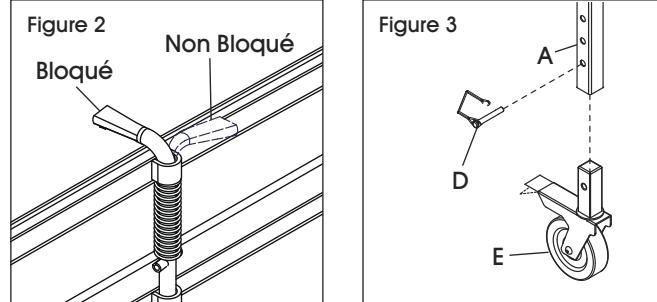

Figure 2
- Installez la plateforme (B) de façon à ce qu'elle soit parfaitement horizontale et fermement logée dans les deux renforts latéraux (C). Assurez-vous que les goupilles du plateau sont en position bloquée. (Voir Figure 2)